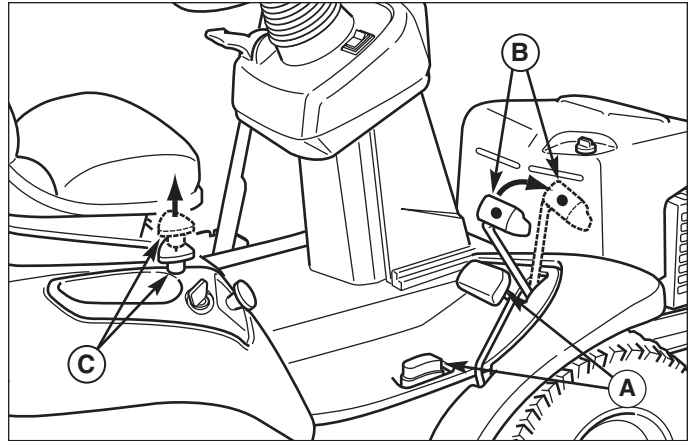

Figure 2. Serrage du frein de stationnement
**Serrage du frein de stationnement** - Voir la figure 2. Pour verrouiller le frein de stationnement, relâcher les pédales de vitesse de déplacement (A), appuyer à fond sur la pédale de frein (B), TIRER le bouton de frein de stationnement (C) et relâcher la pédale de frein.
**Desserrage du frein de stationnement** - Voir la figure 2. Pour desserrer le frein de stationnement, appuyer à fond sur la pédale de frein (B) et ENFONCER le bouton de frein de stationnement (C).